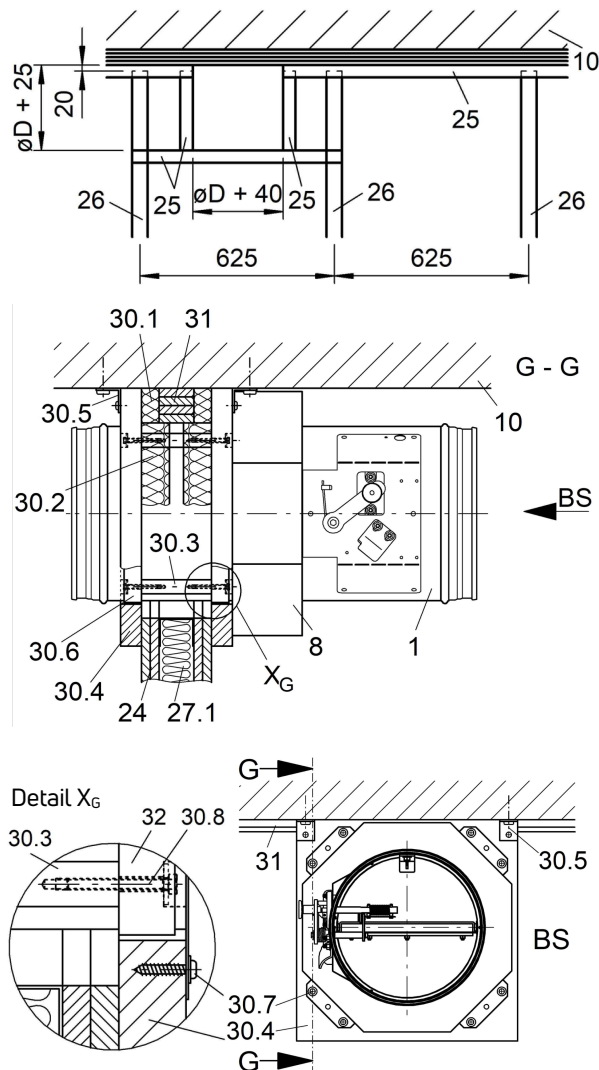

Abbildung 44: Einbausatz GDL für Einbau in leichte Trennwände mit Metallständerwerk und beidseitiger Beplankung mit gleitendem Deckenanschluss
- Unterhalb der massiven Decke (Pos. 10) Deckenanschlussstreifen (Pos. 31) für gleitenden Deckenanschluss montieren. Metallständerwerk und Wand gemäß den Angaben des Wandherstellers herstellen und Auswechslungen entsprechend der Abbildung 44 vorsehen. Im Bereich des gleitenden Deckenanschlusses sind die Wechsel und CW-Profile (Pos. 26) lose montiert. Das Deckenprofil (UW-Profil) (Pos. 25) ist im Bereich der BRS (Pos. 1) auszusparen (Breite  $b = \varnothing D + 40$  mm).